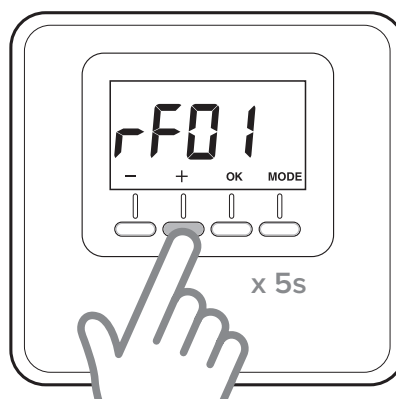

Fig. 18
- Apăsați din nou tasta “+” pentru 5 secunde pentru a accesa parametri tehnici, ecranul afișează parametrul “rF01” (Fig. 18)